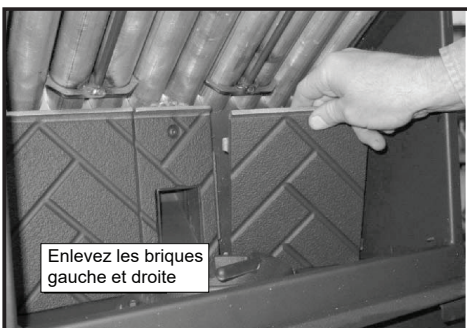

Figure 29.2
3. Vous devez enlever le déflecteur supérieur pour pouvoir enlever les briques gauche et droite. Enlevez la brique droite en la tenant par la lèvre supérieure et en la soulevant, puis repoussez le bord extérieur. Glissez la brique vers la droite jusqu'à ce qu'elle affleure la boîte à feu. Tournez le bord intérieur de la brique vers l'avant et enlevez la brique. Répétez l'opération avec la brique gauche. **Figure 29.2.**
5. Insérez le déflecteur à l'avant supérieur de la boîte à feu puis soulevez l'extrémité inférieure et insérez la languette du déflecteur dans l'encoche du support droit pour le verrouiller. **Figure 29.2.** Placez le crochet en bas à gauche du déflecteur au-dessus de la partie supérieure de la brique pour assurer une bonne stabilité.